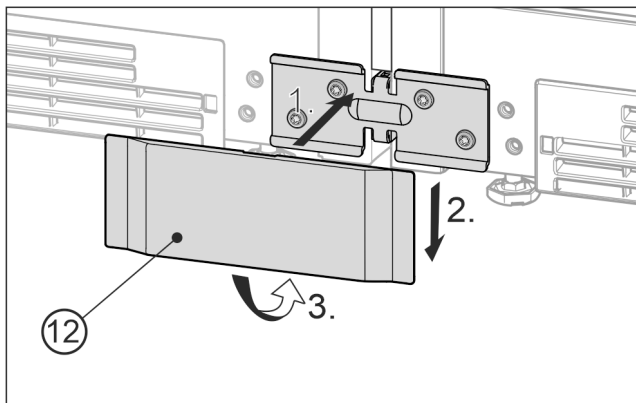

Fig. 25 Príklad zobrazenia
- Spodný kryt Fig. 25 (12) nasadíte spredu na uholník Fig. 25 (1), posuňte nadol Fig. 25 (2) a dole zaklapnite Fig. 25 (3).